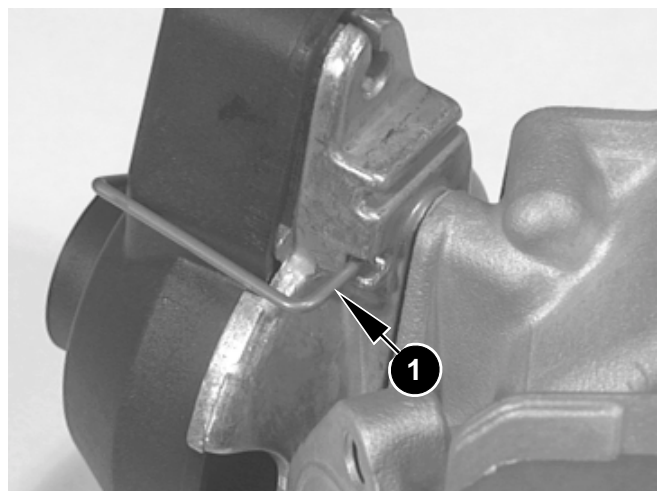

Bild 41
- ⇒ Schieberkolben (10) auf die Schieberstange (11) aufschrauben, bis ein leichter Widerstand zu spüren ist.
- ⇒ Schieberbalg (9) über den Schieberkolben (10) schieben, bis der Wulst des Schieberbalges in der Nut des Schieberkolbens eingreift.
- ✓ Auslaßschieber auf Leichtgängigkeit prüfen, gegebenenfalls den Schieberkolben (10) und den Schieberbalg (9) etwas verdrehen bis die Leichtgängigkeit gegeben ist.
- ⇒ Schlauchfeder (8), Druckfeder (4) und Schieberabdeckung (2) mit Einstellschraube (3) montieren. und mit Federbügel (1) am Zylinder fixieren (siehe Bild 41).
- ◆ **Hinweis:** Einstellschraube (3) so weit in die Schieberabdeckung (2) eindrehen, bis Sie bündig mit der Schieberabdeckung ist (= Standardeinstellung).